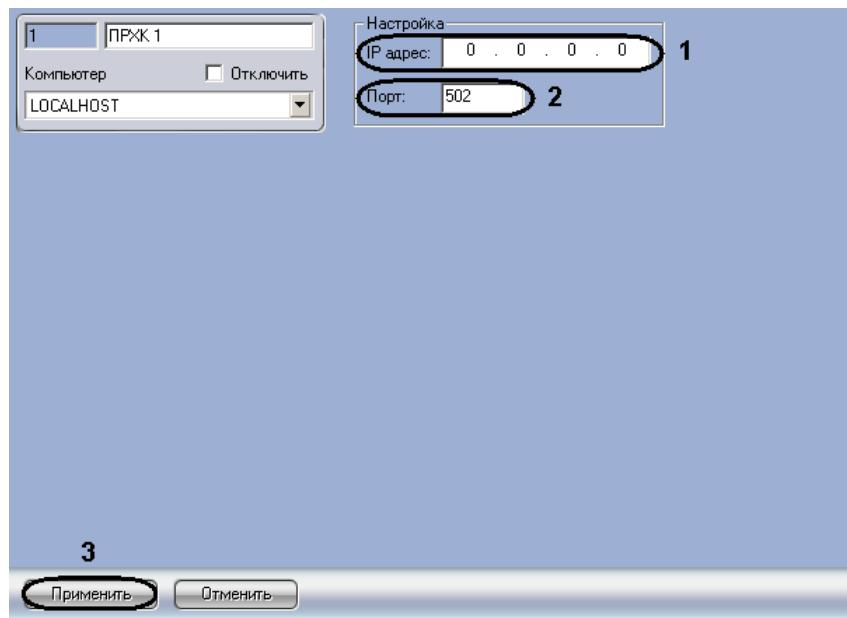

Рис. 2.2-2 Панель настроек объекта ПРХК
1. Перейти на панель настроек объекта **ПРХК** (Рис. 2.2-2).
2. В поле **IP адрес:** необходимо ввести IP-адрес прибора *ПРХК* (см. Рис. 2.2-2, 1).
3. В поле **Порт:** необходимо ввести номер порта прибора *ПРХК* (см. Рис. 2.2-2, 2).
4. Нажать кнопку **Применить** для сохранения изменений (см. Рис. 2.2-2, 3).